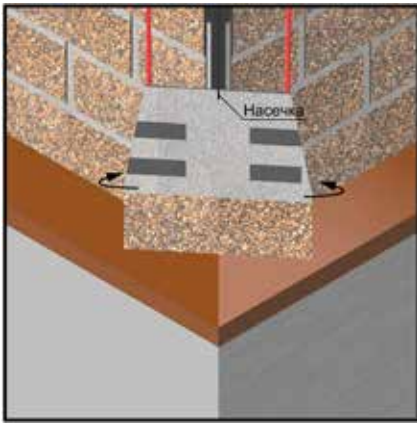

Рис. 19 Монтаж нижнего углового элемента.
8.2.8 Угловые элементы необходимо монтировать на внешние углы снизу вверх. Приложите угловой элемент к внешнему углу таким образом, чтобы насечка углового элемента совпала с линией внешнего угла (рис. 19).